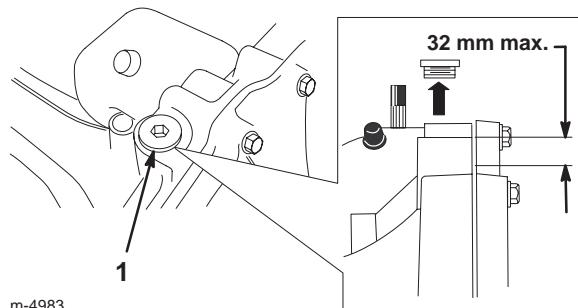

Bild 29
- Reinigen Sie den Bereich um die Füllschraube (Bild 29), so dass kein Schmutz in den Ölbehälter fällt, wenn Sie Öl nachfüllen müssen.
- 7. Entfernen Sie die Füllschraube und kontrollieren den Ölstand. Der Ölstand darf höchstens 32 mm unter der Oberseite des Einfüllstutzens stehen (Bild 29). Füllen Sie bei Bedarf Öl nach.